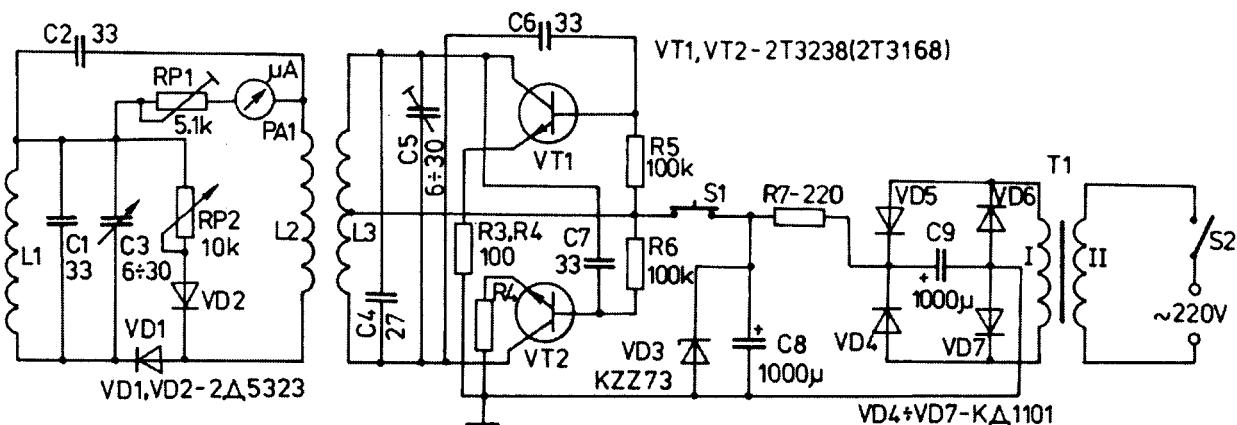

рис. 6
**Электронный микрометр, предназначенный для измерения толщины провода**, описан в статье **Г.Кузева** ("Радио, Телевизия, Электроника", Болгария, 2/2000, стр.21). Он состоит (рис.6) из сетевого выпрямителя, генератора высокой частоты (15 МГц) на транзисторах VT1, VT2 и измерительного блока, который подключен к генератору через трансформатор (ка-